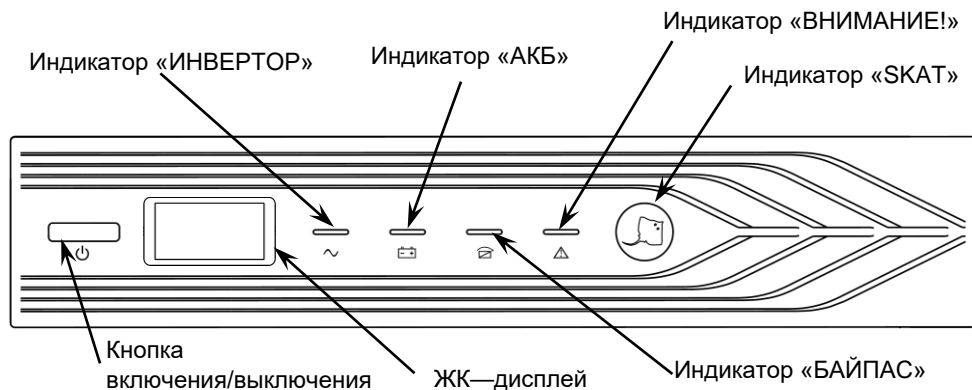

Рисунок 1 – Общий вид передней панели изделия.
**Изделие выполнено** в металлическом корпусе с перфорированной пластиковой передней панелью, на которой расположены кнопка включения/выключения, ЖК—дисплей и светодиодные индикаторы (см. рисунок 1 и приложение 3).